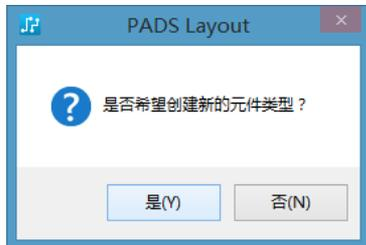

图 9-28 提示对话框
(3) 单击“确定”按钮，并且当是否覆盖等提示出现时确认它。如图 9-28 所示，当被提示是否建立新的“元件类型”时，单击“是”按钮或“否”按钮都可以。